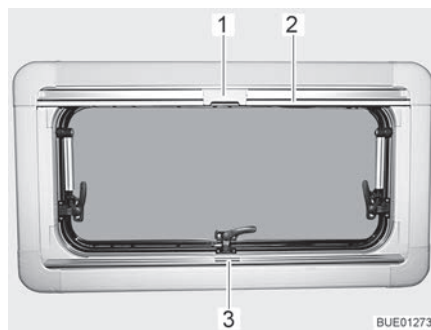
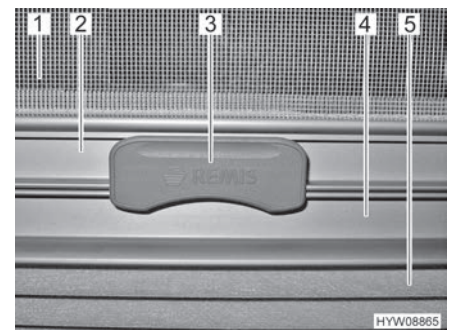

Bild 33 Överkantshängt fönster
Bild 34 Spärr
Plisségardinen (Bild 34,5) finns i den nedre rullgardinskassetten.
- Ta tag i mitten på plisségardinens list (Bild 33,3 och Bild 34,4) och drag den nerifrån och uppåt och släpp den vid önskad höjd. Plisségardinen stannar på denna höjd.
Insektsnät Insektsnätet (Bild 34,1) finns i den övre rullgardinskassetten.
Stänga: ■ Drag, med listen (Bild 33,2 och Bild 34,2), ner insektsnätet tills listen stöter mot plisségardinen (Bild 34,4).
■ Lås fast insektsnätets spärr (Bild 33,1 och Bild 34,3) på plisségardinens list. När spärren är låst, kan plisségardinen och insektsnätet justeras samtidigt.
Öppna: ■ Tryck spärren (Bild 34,3) på insektsnätet uppåt.
■ För långsamt tillbaka insektsnätet med listen (Bild 33,2).